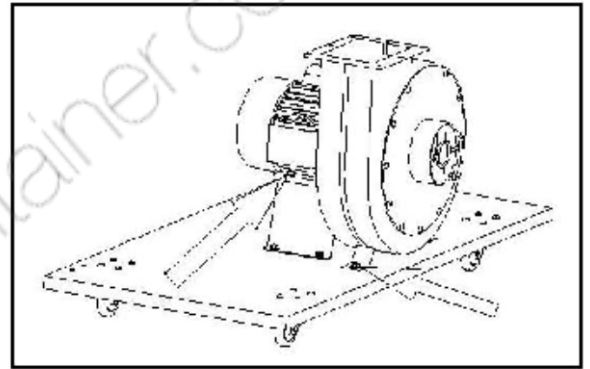

Figura 8– Montaggio dell'aspiratore.
Posizionate l'aspiratore (B) sulla base di supporto e fissatelo con le quattro viti, le rondelle e i dadi utilizzando una coppia di chiavi per dadi esagonali (Figura 8)